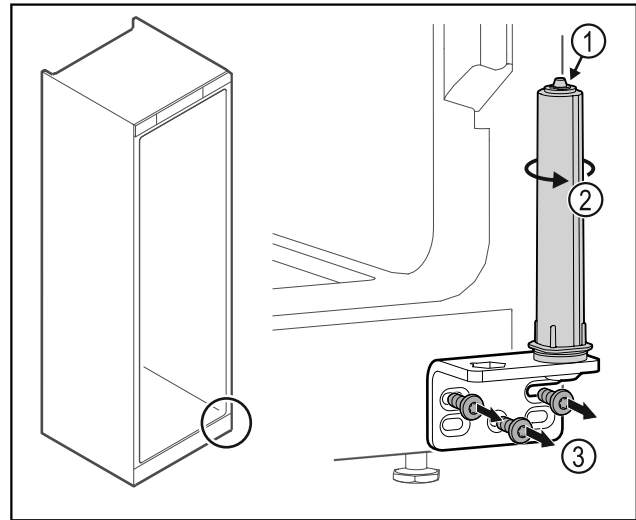

Fig. 35
- ▶ Не разбирайте систему закрытия двери Fig. 35 (1).
- ▶ Поворачивайте систему закрытия Fig. 35 (2) до щелчка.
- ▶ Отвинтите шарнирные уголки Fig. 35 (3).